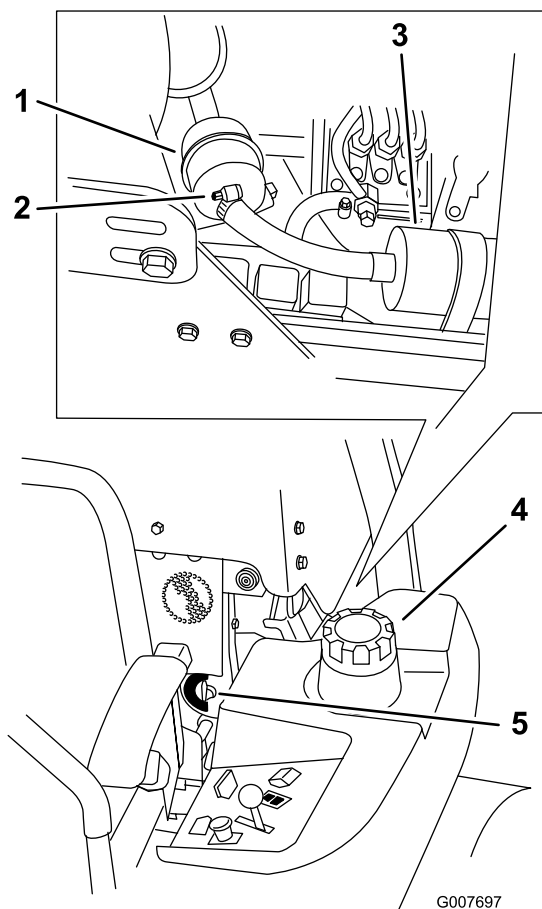

Figura 66
4. Feche a válvula de corte do combustível (Figura 66).
5. Desaperte as 2 braçadeiras de tubos e desligue as linhas do combustível do filtro de combustível (Figura 66).
6. Monte um filtro novo. Ligue os tubos de combustível ao filtro do combustível e coloque as duas braçadeiras (Figura 66).